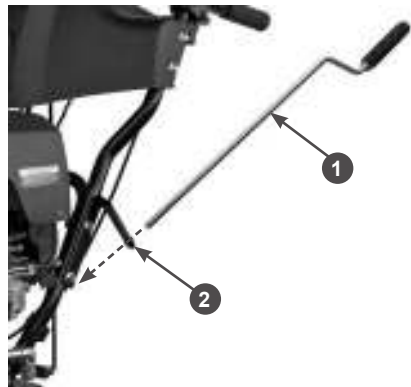

Рис. 24 Установка рычага управления поворотом жёлоба
- вставьте и проденьте рычаг 1 через опорный кронштейн 2 на стойке рукояток, как показано на Рис. 24;